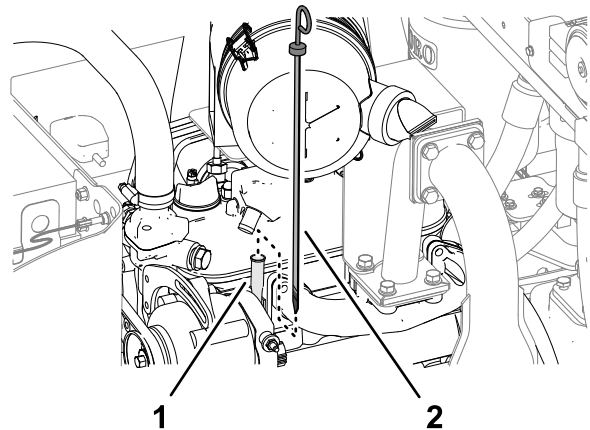

Bild 64
3. Entfernen Sie den Peilstab, wischen ihn ab und führen ihn wieder in das Rohr ein; ziehen Sie ihn dann wieder heraus. Der ordnungsgemäße Ölstand sollte zwischen der NACHFÜLL- und VOLL-Markierung liegen (Bild 64).
4. Wenn der Ölstand niedrig ist, entfernen Sie den Einfülldeckel und füllen Sie Öl ein, bis der Stand zwischen der VOLL- und NACHFÜLL-Markierung liegt (Bild 64).